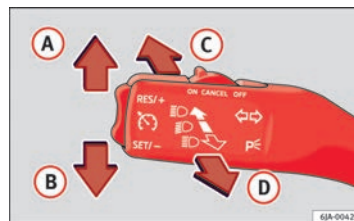

Fig. 58 Manípulo das luzes indicadoras de mudança de direcção e dos máximos
- Accione o manípulo das luzes indicadoras de mudança de direcção ⇒ Fig. 58 na direcção do volante e para baixo, mantendo-a nesta posição.
- Accione o manípulo das luzes indicadoras de mudança de direcção ⇒ Fig. 58 na direcção do volante e para cima, mantendo-a nesta posição.
- Empurrar o manípulo ➔ Fig. 58 para cima (A) ou para baixo (B).
- Pressione o manípulo ⇒ Fig. 58 para a frente no sentido da seta .
- Puxe o manípulo ⇒ Fig. 58 na direcção do volante (ponto de pressão) no sentido da seta .
- Empurre o manípulo das luzes indicadoras de mudança de direcção ⇒ Fig. 58 ⇒ Página 99 para cima ou para baixo – acendem-se os intermitentes do lado direito ou esquerdo do veículo.